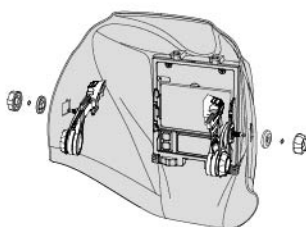

Abb.14
- Setzen Sie jeden Adapter in die Montagepunkte der Helmschale ein und schrauben Sie den Hauptverbindungs-knopf fest (siehe Abb.14).